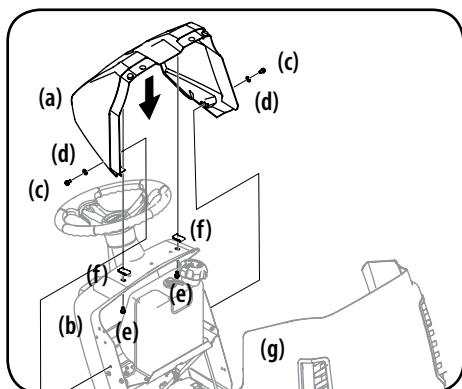

Figura 2-8
- Si la cubierta del tablero (a) se envía suelto, el hardware para la fijación de la cubierta guión (a) se envía instalado en la cubierta guión (a) y el guión (b). Retire los dos tornillos (C) y las arandelas (D) del guión (g) y dos tornillos (e) y (f) los clips de la cubierta del guión (b). Vea la Figura 2-8.
- Montar la cubierta del tablero (a) y alinee los orificios de montaje. Utilizando los tornillos (C / E), arandelas (d) y los clips (f) instalar la cubierta guión (a) y ajustando los tornillos (c) de modo que la cubierta guión (a) se puede ajustar. Vea la Figura 2-8.
espacio uniforme entre la campana (g) y la cubierta guión (a). Vea la Figura 2-8.
- Levante el capó (g) y apretar los tornillos (c/e) que sujetan la cubierta del tablero (a) en el tablero (b). Vea la Figura 2-8.